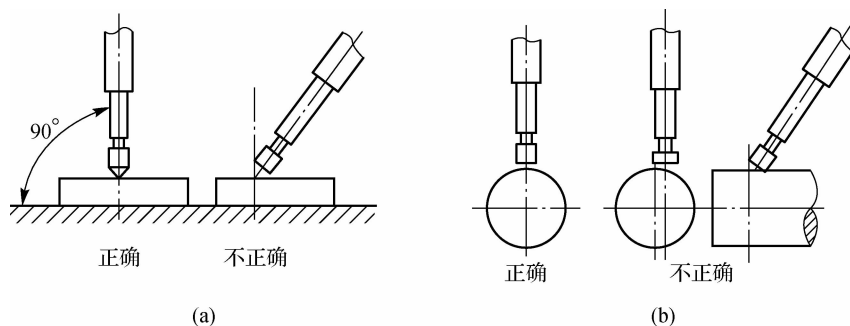

图 1-21 百分表测量杆的使用
(3)使用百分表时,测量杆必须垂直于被测量表面,测量杆的轴线与被测量尺寸的方向应一致,如图 1-21 所示,否则测量杆会受力不均衡而导致测量结果不准确。